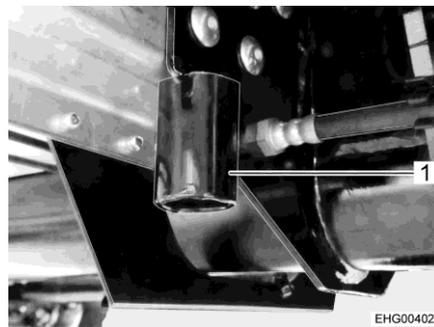

Fig. 158 Fixation pour le cric
- ▷ Utiliser les fixations pour le cric (Fig. 158,1) placées sous le support d'essieu (devant le tube de l'essieu).